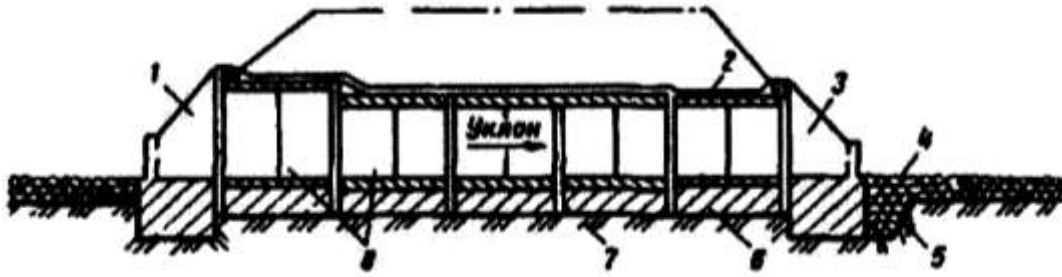

Рис. 41. Искусственное сооружение
**Текст задания:** Назовите, какое искусственное сооружение показано на рис. 41. Расскажите о его назначении и опишите его основные части.